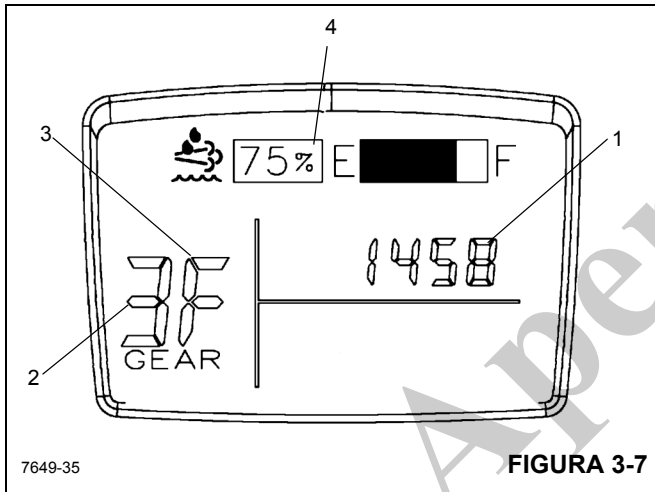

FIGURA 3-7
O mostrador de LCD (12), (Figura 3-6 e Figura 3-7) localiza-se no mostrador de indicadores da coluna de direção. O mostrador indica a marcha de transmissão em uso, códigos de falha, nível do tanque do DEF e a versão do software principal.
(Figura 3-7) Números dos itens